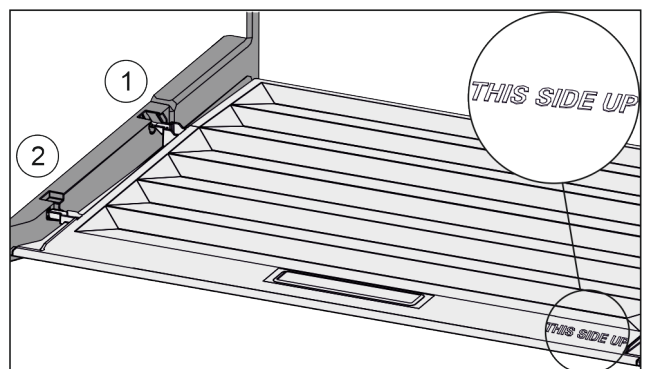

Fig. 150
- ▶ Inserire le nervature del coperchio attraverso l'apertura del supporto posteriore Fig. 150 (1) e innestare anteriormente nel supporto Fig. 150 (2).